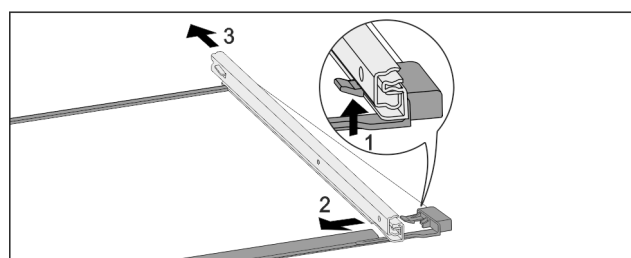

Fig. 244 Tablette en verre avec rails
- Pousser le crochet d'enclenchement avant vers le bas. Fig. 244 (1)
- Pousser le rail télescopique vers le côté Fig. 244 (2) et vers l'arrière Fig. 244 (3).